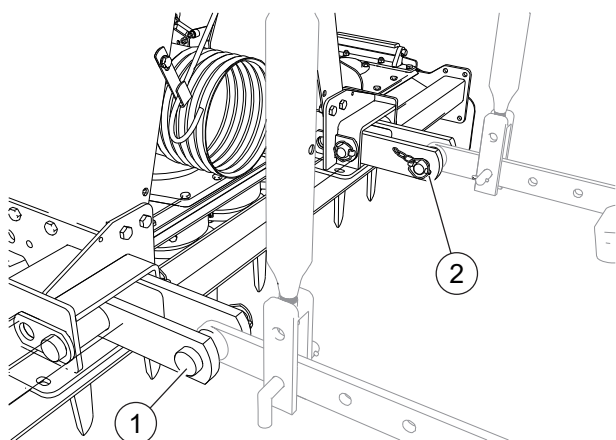

FIG. 22
- Dirigir las barras del elevador a los enganches inferiores ("Fig. 22"). Insertar los pernos de enganche (1). Fijar los pernos con los pasadores a broche (2) en dotación.